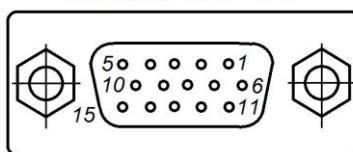

Рис. 5.3.1 Внешний вид ОПУ и назначение элементов конструкции, вид служебного лючка и назначение его компонентов, нумерация контактов гнезда DHB-15
5.3 Внешний вид ОПУ и назначение элементов конструкции, вид служебного лючка и назначение его компонентов, нумерация контактов гнезда DHB-15 приведены на рис. 5.3.1.